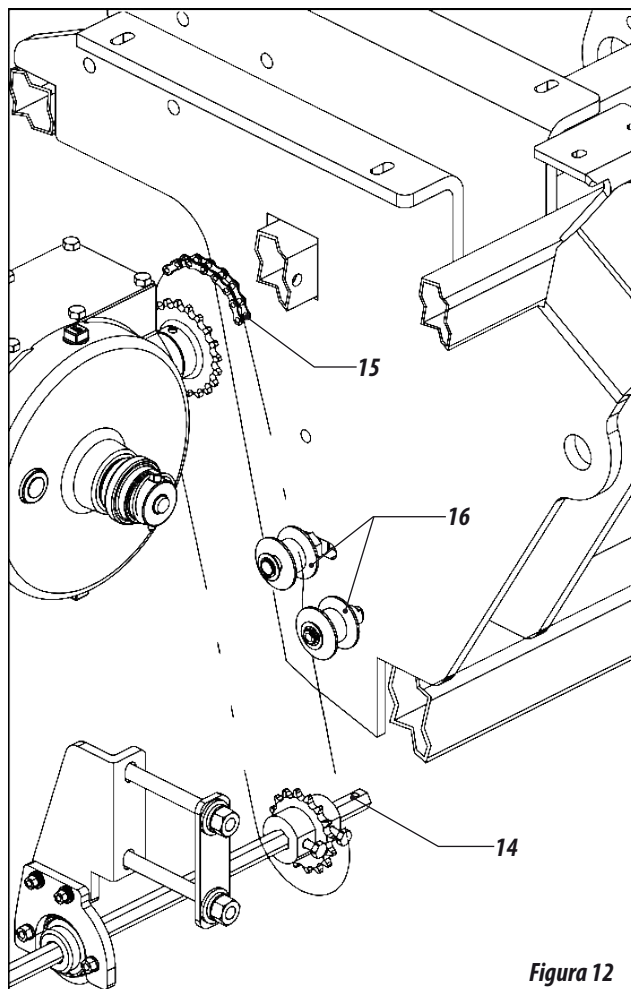

Figura 12
12 - Si hubiera necesidad de retirar el eje de la semilla (14), tense la cadena de transmisión (15) a través de estiradores (16). Figura 12.